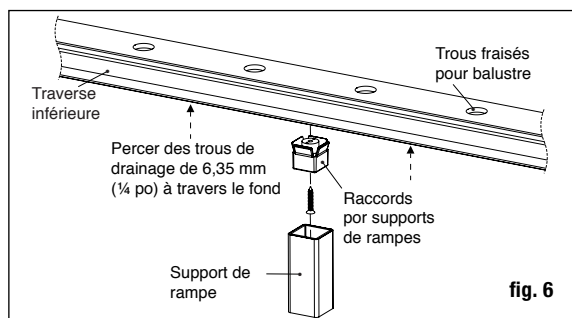

fig. 6
Étape 7 Trouvez le centre de la base de la traverse du bas et fixez le raccord de balustre inclus avec le support de traverse, en utilisant la vis fournie. Vérifiez les exigences du code de la construction quant à l'espacement maximum entre la surface de la terrasse et le bas de la traverse (balayage); nous recommandons 7,6 cm (3 po), mais peut être moindre si désiré. Si nécessaire, coupez le support de traverse à la hauteur désirée (fig. 6). **Percer deux trous de drainage de 6,35 mm (1/4 po) à travers le fond de la traverse pour éviter que l'eau ne soit coincée. Centrer les trous de drainage entre les deux emplacements de balustres car le balustre peut bloquer le passage et empêcher l'eau de se drainer correctement.**